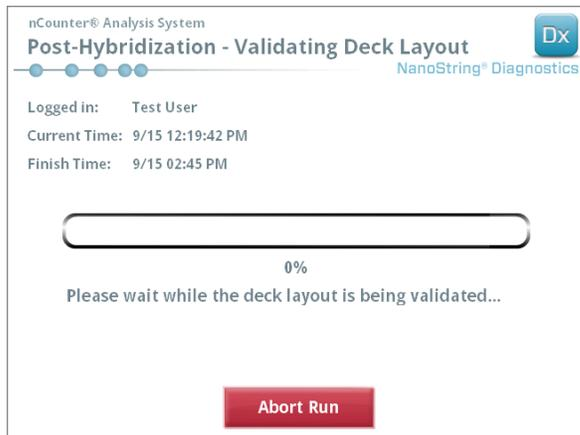

FIGURA 5.26: Ecrã "Post-Hybridization - Validating Deck Layout" (Pós-hibridização - A Validar Esquema da Plataforma)
- b. A Prep Station nCounter verificará se todos os consumíveis e reagentes foram colocados corretamente na plataforma (FIGURA 5.26). Para tal, a Prep Station verifica se todos os sensores associados ao Cartucho de Amostras, à unidade de eletrodos e à tampa do aquecedor se encontram no estado correto. Em seguida, a cabeça da pipeta verifica se todas as pontas, coberturas de pontas, tiras de tubos e Placas de Reagentes se encontram colocadas, tocando-lhes com uma série de pontas de validação. Não fique alarmado pelo facto de a Prep Station tocar nos consumíveis. Trata-se de um procedimento normal de funcionamento. Caso a Prep Station detete o posicionamento incorreto de um consumível, o utilizador será alertado para corrigir a configuração.